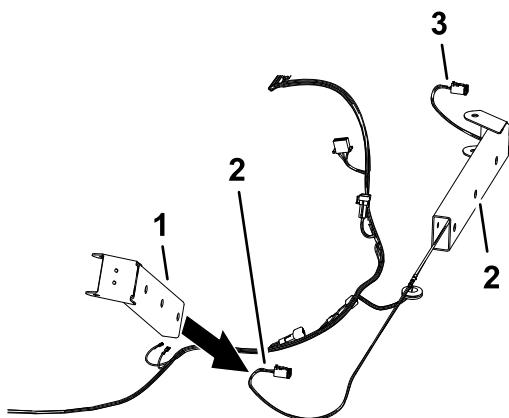

Figura 10
- Monte los 2 soportes de los focos de trabajo en la rama de 112 cm del arnés de cables y la rama de 99 cm del arnés de cables, según se muestra en Figura 10.